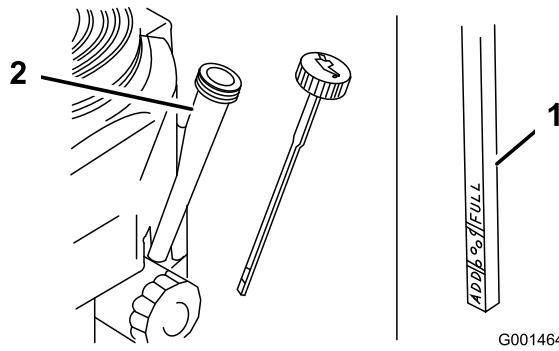

Figure 27
4. Nettoyez la surface autour de la jauge d'huile (Figure 27) pour éviter que des impuretés ne
5. Retirez la jauge d'huile et essuyez soigneusement son extrémité (Figure 27).
6. Remettez la jauge au fond du tube de remplissage, mais sans la visser (Figure 27).
9. Versez avec précaution environ 80% de la quantité d'huile spécifiée dans le goulot de remplissage (Figure 27)